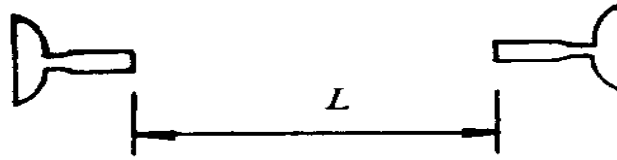

图 2-18 导轨距离
(3) 找间距：操作时，在找正点处将长度较导轨间距  $L$  小  $0.5 \sim 1\text{mm}$  的找道尺端平，用塞尺测量找道尺与导轨端面间隙，使其符合要求。（找正点在导轨支架处及两支架中心处。）两导轨端面间距  $L$ （图 2-18），其偏差在导轨整个高度上应符合表 2-2 要求。